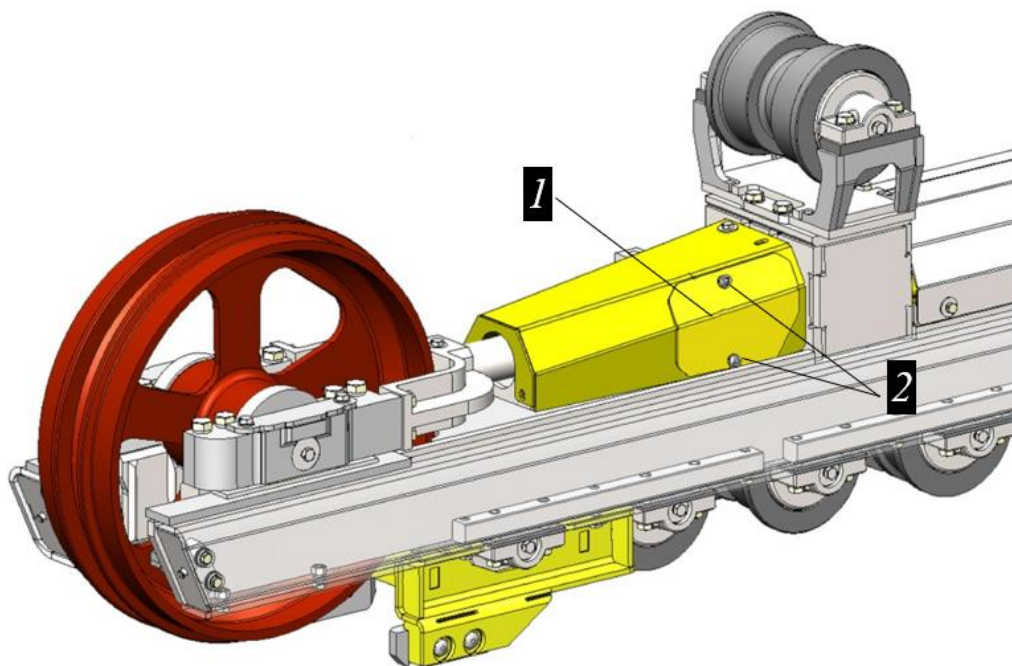

Рисунок 3.128. Крышка на раме гусеничной тележки
- ▶ Очистить защитную крышку 1 и прилегающую к крышке область от загрязнений, рис. 3.128.
- ▶ Выкрутить 2 винта крепления крышки поз. 2, снять крышку 1, рис. 3.128.